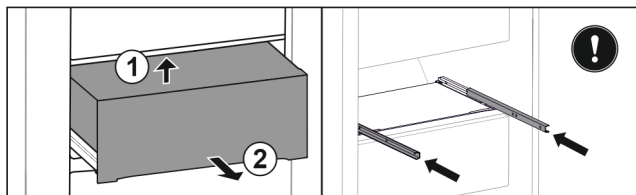

Fig. 126
- ▶ Nadzvedněte zásuvku zezdola vzadu. Fig. 126 (1)
- ▶ Vyjměte zásuvku dopředu. Fig. 126 (2)